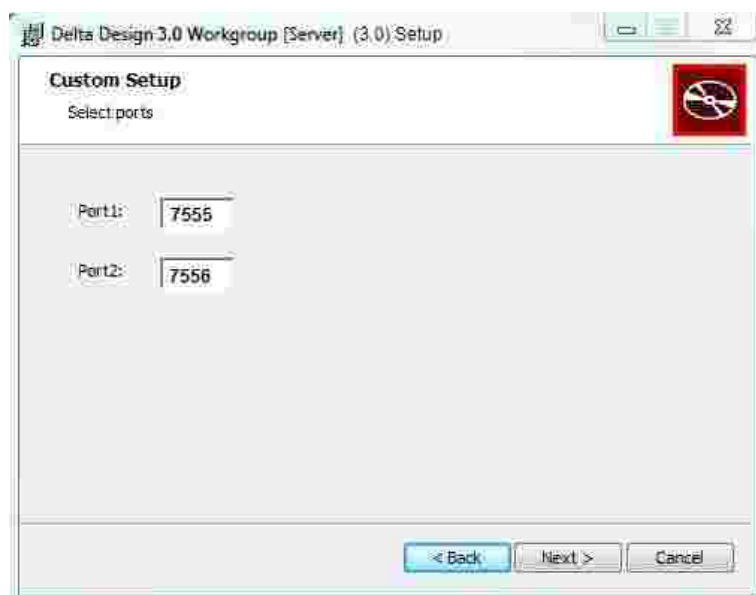

Рис. 10 Выбор портов
5. Введите номера портов, которые будут использоваться для передачи данных (подробнее см. раздел Настройка базы для совместной работы) и нажмите кнопку «Next», см. Рис. 10.